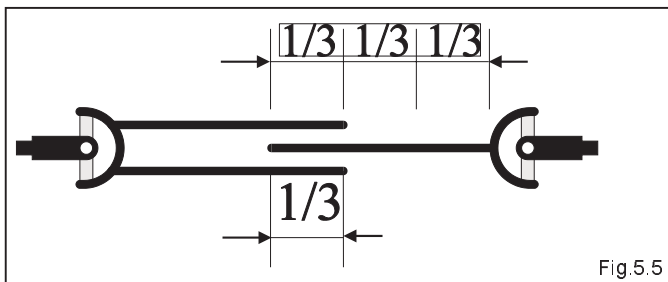

Fig.5.5
- **In ogni condizione di lavoro i tubi telescopici devono sovrapporsi per almeno 1/3 della loro lunghezza (Fig.5.5).**